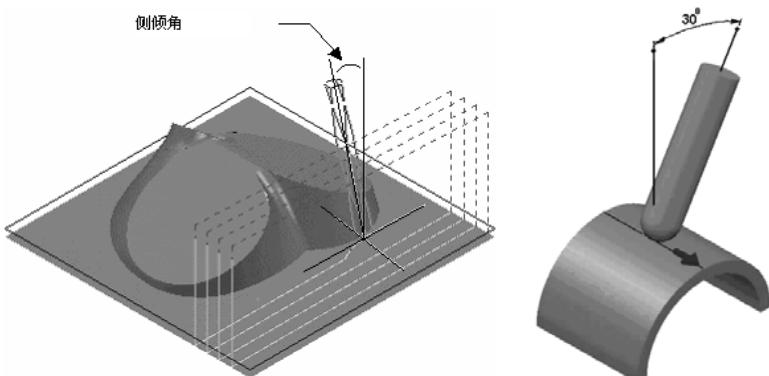

图 2-163 侧倾角
**【侧倾角】：**用于定义刀轴与刀具路径切削方向右侧向的夹角。设置为  $0^\circ$  时，刀轴是垂直的。侧倾角的目的是用来避免在切削陡峭部件时刀柄与零件发生碰撞，如图 2-163 所示。